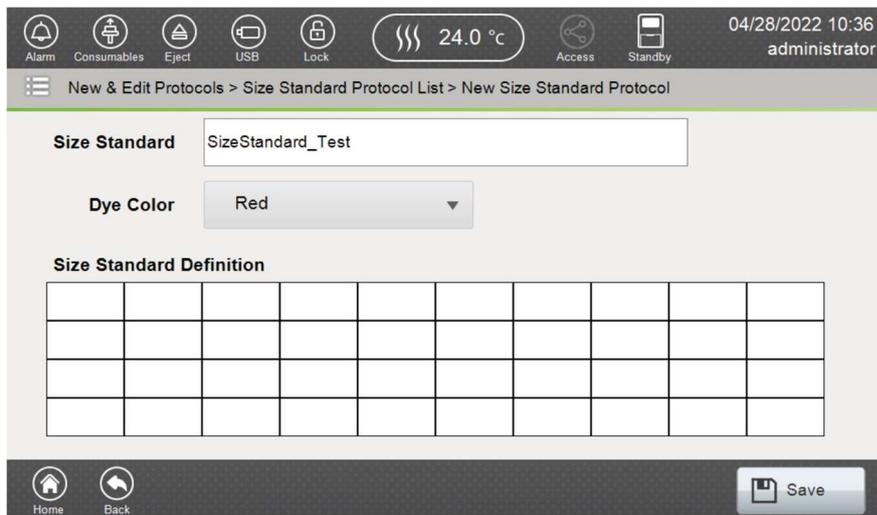

図 137 New Size Standard Protocol 画面
4. Size Standard Definition のグリッドを選びます。(図 137)